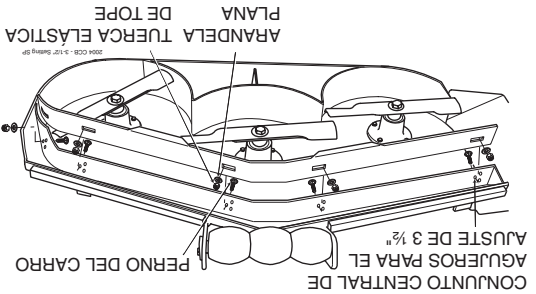
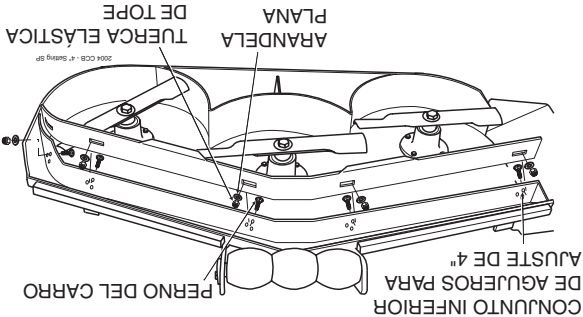

Figura 11. Posición 3-1/2" del deflector de corte personalizado
Figura 12. Posición 4" del deflector de corte personalizado
B. Posición 3-1/2" (ajuste de fábrica para las plataformas de corte Advantage) - el deflector se instala usando el conjunto central de agujeros en el deflector frontal soldado dentro de la plataforma de corte. (Vea la Figura 11) Para cortes de propósito general, coloque el deflector de corte personalizado en la posición 3-1/2". Esto le da la mejor combinación de desempeño de corte en todos los tipos de césped. C. Posición 4" (ajuste de fábrica para las plataformas de corte Velocity-Plus) - el deflector se instala usando el conjunto inferior de agujeros en el deflector frontal soldado dentro de la plataforma de corte. (Vea la Figura 12) La colocación del deflector en el ajuste de 4" mejorará el corte en otoño (recogida de hojas) y reducirá los "soplos" en la plataforma de corte.